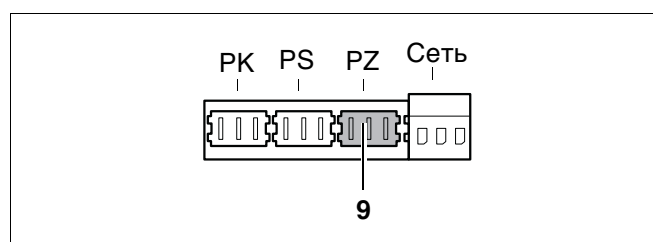

Рис. 41 Клеммник – циркуляционный насос 230 В (цвет подключения лиловый)
- Подключить циркуляционный насос к лиловой клемме PZ (рис. 41, поз. 9). Максимально допустимая потребляемая мощность насоса 250 Вт.